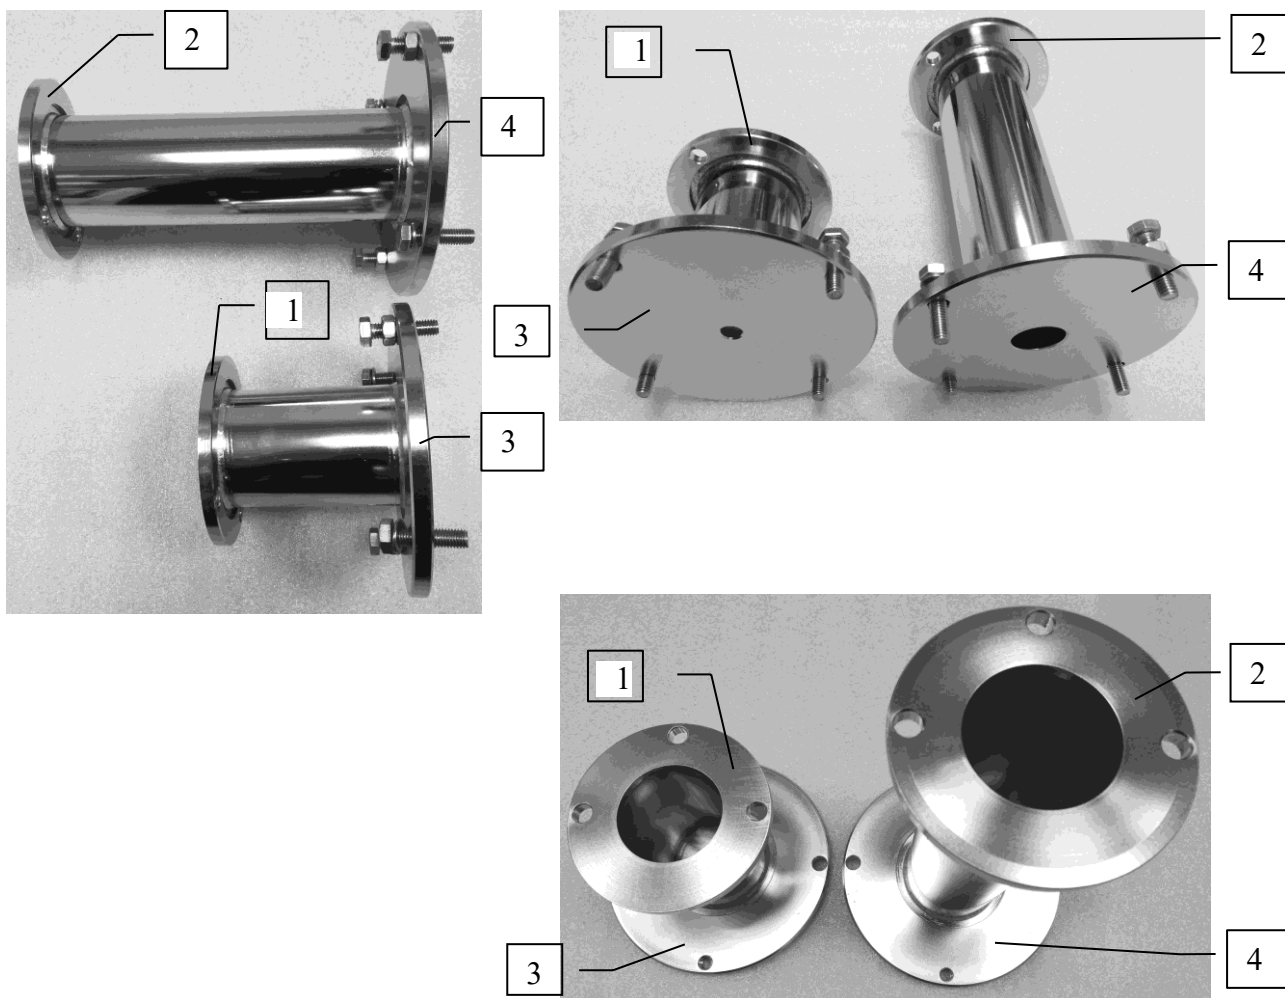

Рисунок 6. Диффузоры
Блоки излучателя и приёмника устанавливаются на диффузоры (рис. 6). Излучатель на короткий, приёмник на длинный. Диффузоры крепятся болтами и гайками с возможностью юстировки к установочным площадкам на дымоходе.
1. Установить блок излучателя с блоком приёмника на проверочную стойку, прикрутив несущие фланцы обоих блоков к стойке двумя парами болтов М8 как показано на рис. 6 и 7. Проверочная стойка состоит из корпуса с двумя круглыми посадочными отверстиями и четырьмя невыпадающими болтами М8 для установки и фиксации блока приёмника и блока излучателя и гнезда для установки светофильтра. Комплектуется светонепроницаемой крышкой для защиты от внешней засветки.